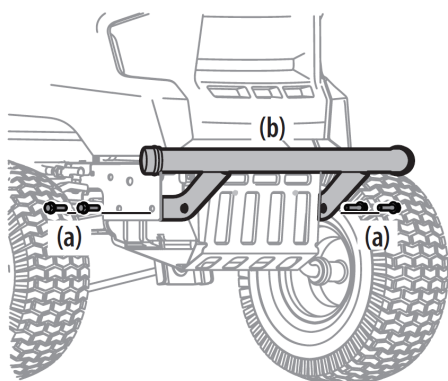

Figure 15
2. バンパーブラケットをトラクターの内側に配置します。フレームと4つの六角フランジネジで所定の位置に固定します (a)。図15を参照。